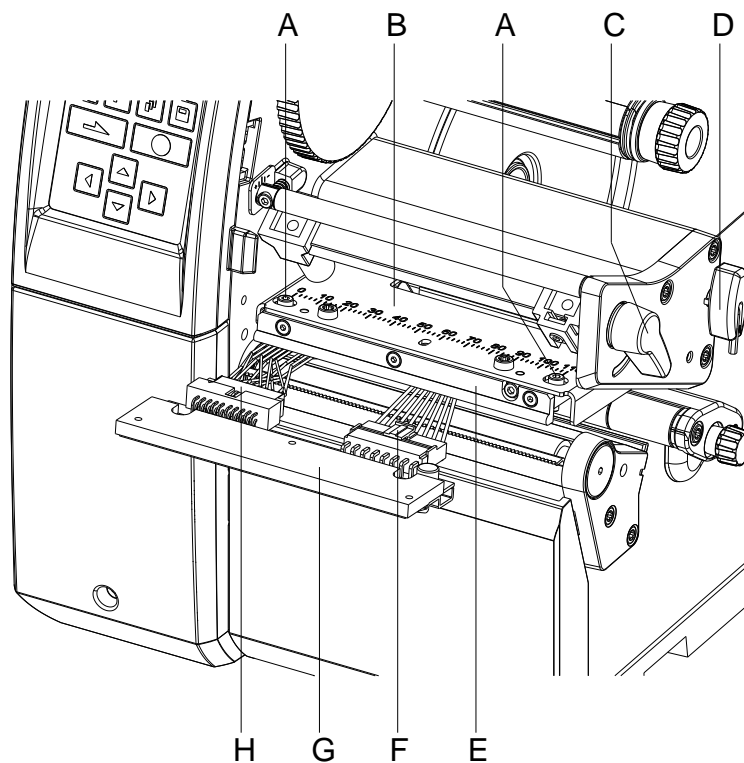

Abbildung 7
2. Andruckhebel (C, Abbildung 7) gegen den Uhrzeigersinn drehen, um den Druckkopf zu entriegeln.
4. Schraube (B) lösen.
5. Verriegelung (A) drücken und Etiketten-Lichtschanke am Griff (C) vorsichtig nach außen ziehen. Darauf achten, dass das Lichtschränkenkabel nicht gespannt wird.
6. Etiketten-Lichtschanke und Sensorschlitz (D) mit Pinsel oder mit reinem Alkohol getränktem Wattestäbchen reinigen.
7. Etiketten-Lichtschanke am Griff (C) zurückschieben und einstellen (siehe Abschnitt **Fehler! Verweisquelle konnte nicht gefunden werden.**, Seite **Fehler! Textmarke nicht definiert.**).
9. Andruckhebel (C, Abbildung 7) im Uhrzeigersinn drehen, um den Druckkopf zu verriegeln.
1. Andruckhebel (C, Abbildung 7) gegen den Uhrzeigersinn drehen, um den Druckkopf zu entriegeln.
4. Etiketten-Lichtschanke am Griff (C) bis zum Anschlag in Richtung Gehäuse schieben und Anschlusskabel aus dem Stecker am hinteren Ende der Etiketten-Lichtschanke ziehen.
5. Verriegelung (A) drücken und Etiketten-Lichtschanke am Griff (C) langsam nach außen ziehen. Dabei Distanzplatte (E) aus der Führung der Lichtschanke schieben.
6. Etiketten-Lichtschanke und Sensorschlitze (D) mit Pinsel oder mit reinem Alkohol getränktem Wattestäbchen reinigen.
7. Etiketten-Lichtschanke am Griff (C) in Richtung Gehäusewand schieben.
8. Verriegelung (A) drücken und Distanzplatte (E) wieder in die Führung der Lichtschanke schieben.
13. Andruckhebel (C, Abbildung 7) im Uhrzeigersinn drehen, um den Druckkopf zu verriegeln.